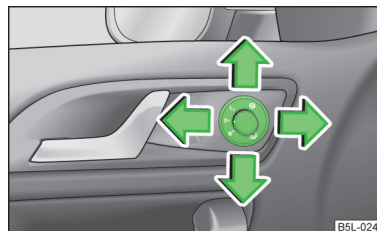

Fig. 42
- Portare la manopola in posizione ☼ » fig. 42 .
- Portare la manopola in posizione L » fig. 42 . Il movimento della superficie dello specchietto è identico a quello della manopola.
- Portare la manopola in posizione R » fig. 42 . Il movimento della superficie dello specchietto è identico a quello della manopola.
➤ Portare la manopola in posizione 0 » fig. 42.
Con manopola in posizione R » fig. 42 e retromarcia inserita, lo specchietto esterno si inclina leggermente verso il basso nei veicoli dotati di funzione Memory per il sedile lato conducente. Ciò permette di vedere il cordolo nelle manovre di parcheggio.